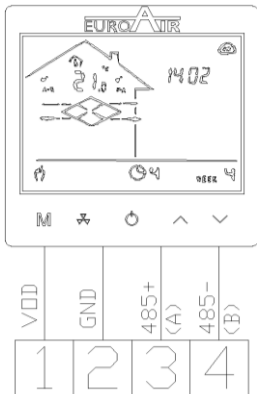

Abb.4
4. Machen sie die elektrischen Verbindungen (Abb.4); stellen sie sicher, dass die Polarität (12V DC, GND) die richtige für ein Gleichstrom Netzteil ist